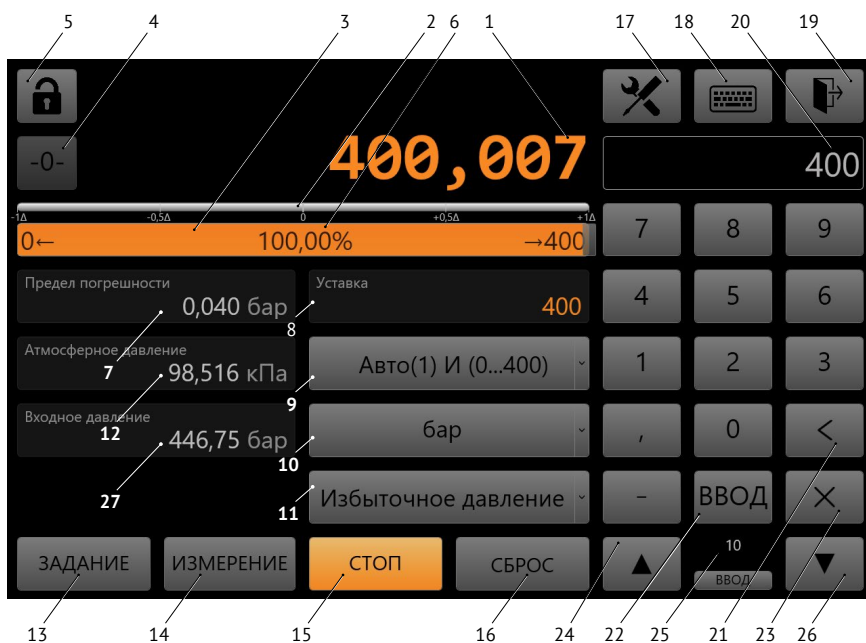

Рис. 5. Элементы рабочего экрана
2.3.1 После включения калибратора автоматически загружается встроенное программное обеспечение. По окончании загрузки рабочий экран выглядит следующим образом (рис. 5).
2.3.1.1 Защита экрана от случайных нажатий осуществляется блокировкой экрана по нажатию кнопки 5 (Рис. 5). Пароль разблокировки «0000».
при достижении давления границ предела стабилизации, цвет выводимого значения давления в поле вывода 1 (Рис. 5) изменится на зеленый, при выходе из данных границ цвет обратно становится оранжевым. Границы предела стабилизации редактируются в меню  **Калибратор** → **Предел стабилизации** (п.2.3.6.1).